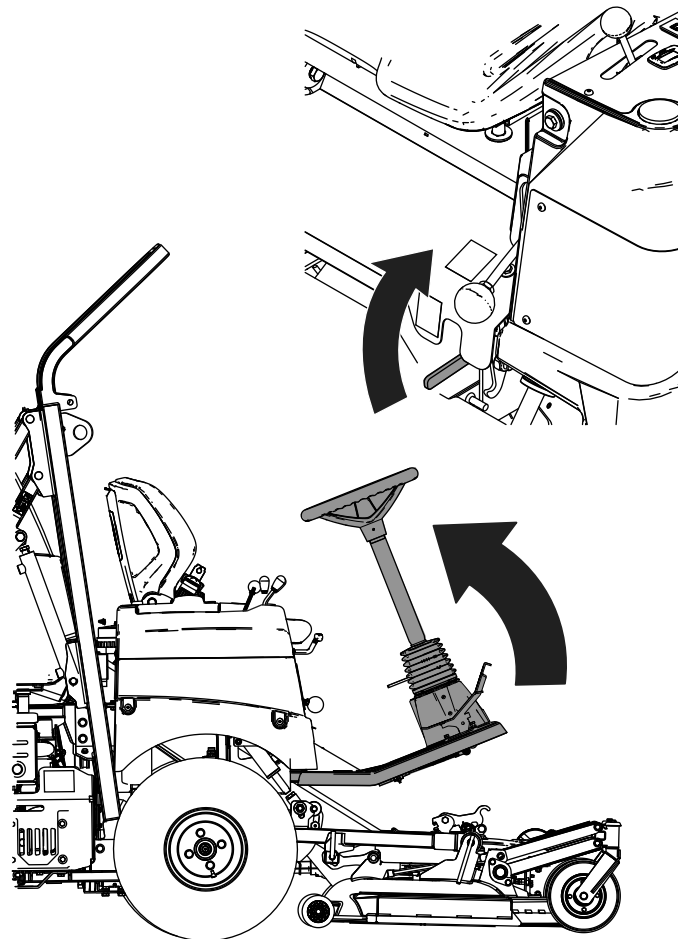

Figura 88
7. Levante la plataforma del operador hacia arriba y accione la palanca de bloqueo (Figura 88)